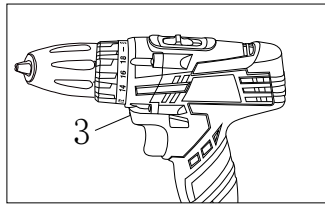

Рис. 5
Свердління позначене позначкою (3)  на обертаючомуся кільці (Рис. 5).